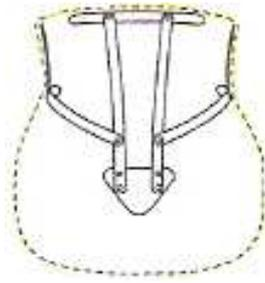
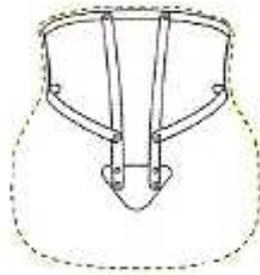
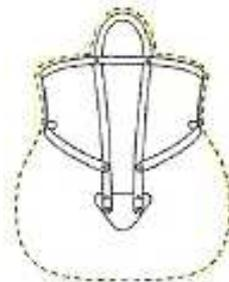

Figure 38 : CIVA ⁽²⁷⁾
Figure 39 : CIVB ⁽²⁷⁾
Figure 40 : CIVC ⁽²⁷⁾
- CIVA (Figure 38), B (Figure 39) ou C (Figure 40) type 1 :